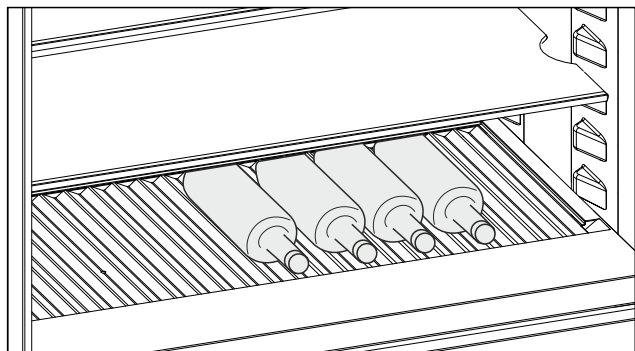

Fig. 255 Esimerkkikuva
- Aseta pullot niin, että pohja osoittaa taaksepäin takaseinää vasten. (katso Fig. 255)